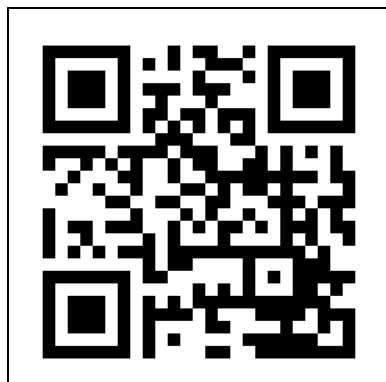

Abbildung 13
1. Öffnen Sie das Eurom Smart App-Handbuch mit dem QR-Code (Abbildung 13) oder gehen Sie zu [www.eurom.nl/nl/manuals](http://www.eurom.nl/nl/manuals).